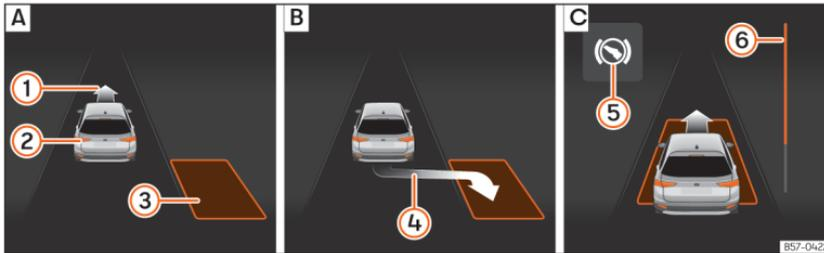
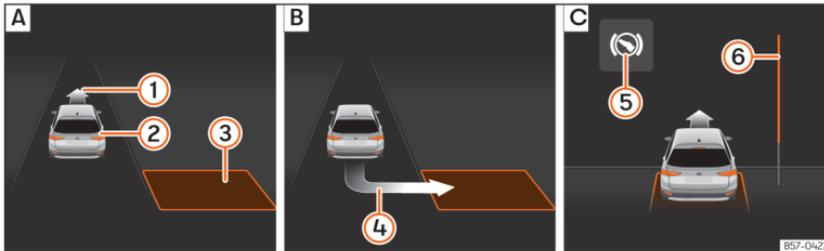

Abb. 165 Am Bildschirm des Kombi-Instruments: längs einparken. **A:** Parklücke suchen. **B:** Position zum Einparken. **C:** Rangieren.
Abb. 166 Am Bildschirm des Kombi-Instruments: quer einparken. **A:** Parklücke suchen. **B:** Position zum Einparken. **C:** Rangieren.
- Prüfen Sie anhand der Anzeige im Bildschirm des Kombi-Instruments, ob die Parklücke als „geeignet“ erkannt wurde und ob die korrekte Position zum Einparken » (Abb. 165) **B** oder
» (Abb. 166) **B** erreicht wurde. Die Parklücke wird als „geeignet“ betrachtet, wenn auf dem Bildschirm des Kombi-Instruments die Anzeige zum Einparken erscheint **④**.
- Fahren Sie rückwärts, bis das Dauertonsignal des ParkPilot ertönt; **ODER:** fahren Sie zurück, bis auf dem Bildschirm des Kombi-Instruments die Anzeige für Vorwärtsfahren »» [Abb. 165] ☐ oder »» [Abb. 166] ☐ erscheint; **ODER:** fahren Sie zurück, bis am Bildschirm des Kombi-Instruments die Meldung **Park Assist beendet** erscheint. Die Fortschrittsanzeige ⑥ zeigt den zurückzulegenden Abstand an.
- Treten Sie auf das Bremspedal, bis die Lenkbewegungen des Parklenkassistenten beendet sind; **ODER:** bis das Symbol (S) am Bildschirm des Kombi-Instruments erlischt.
- Fahren Sie vorwärts, bis das Dauertonsignal des ParkPilot ertönt; **ODER:** fahren Sie vorwärts, bis am Bildschirm des Kombi-Instruments die Anzeige zur Rückwärtsfahrt erscheint. Der Parklenkassistent lenkt das Fahrzeug so lange beim Vorwärts- und Rückwärtsfahren, bis das Fahrzeug gerade in der Parklücke steht »» [Abb. 165] ☐ bzw. »» [Abb. 166] ☐.
Die Fortschrittsanzeigen »» [Abb. 165] ⑥ und »» [Abb. 166] ⑥ am Bildschirm des Kombi-Instruments zeigt symbolisch die noch zu fahrende relative Fahrstrecke an. Je länger die Distanz ist, desto größer ist der Füllstand des Fortschrittsbalkens. Bei Vorwärtsfahrt nimmt die Füllung des Fortschrittsbalkens nach oben ab und bei Rückwärtsfahrt nimmt die Füllung des Fortschrittsbalkens nach unten ab.